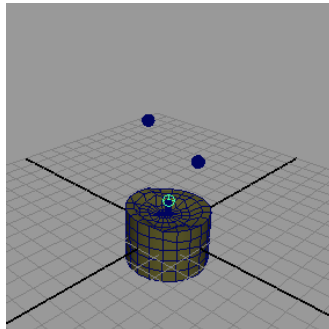

Рисунок 1.6
4. Спробуємо домогтися того, щоб потік частинок коливався під час руху, відхиляючись то в одну, то в іншу сторону – тобто приблизно так, як це відбувається з полум'ям свічки. Для цього створюємо дві сфери (вони будуть виконувати роль мішеней) і розміщуємо їх з різних по горизонталі сторін від емітера (рис. 1.6). Призначаємо дані сфери мішенями для системи частинок. Для цього спочатку виділяємо частки, а потім, утримуючи клавішу Shift – першу сферу, скористаємося командою Particles => Goal. Таку саму операцію виконаємо щодо другої сфери.